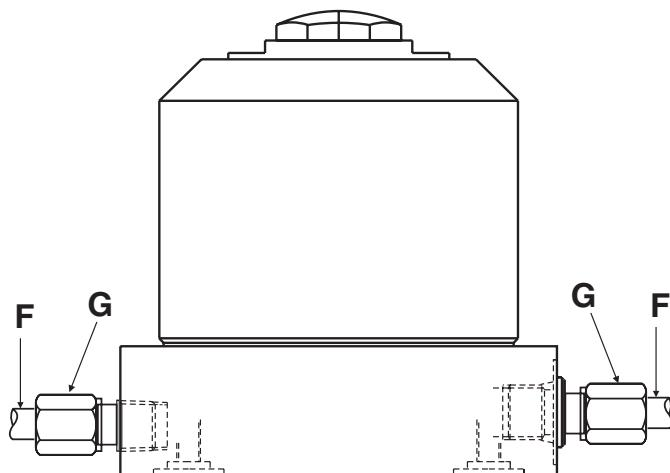
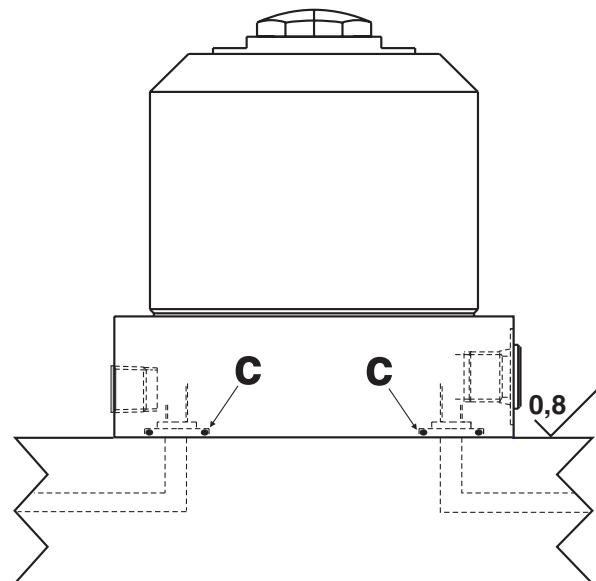

Figura 4 - Portapieza con "purga de aire" / "resorte de aire" usando la lumbre de respiradero lateral
Figura 5 - Portapieza con "purga de aire" / "resorte de aire" usando la lumbre de respiradero del colector
1. Conecte una línea de suministro de aire (F) a la lumbre lateral de respiradero (vea la Figura 4) o a la lumbre de respiradero del colector (vea la Figura 5). Si se conecta a la lumbre lateral de respiradero, quite primero el adaptador de respiradero. Si se conecta a la lumbre de respiradero del colector, saque el tapón roscado y la empaquetadura de cobre de la lumbre, lubrique el anillo "O" provisto con una capa liviana de aceite e instálelo en el agujero contrataladrado que rodea la lumbre.
3. Conecte una línea de suministro de aire (F) a la lumbre lateral de respiradero (vea la Figura 4) o a la lumbre de respiradero del colector (vea la Figura 5). Si se conecta a la lumbre lateral de respiradero, quite primero el adaptador de respiradero. Si se conecta a la lumbre de respiradero del colector, saque el tapón roscado y la empaquetadura de cobre de la lumbre, lubrique el anillo "O" provisto con una capa liviana de aceite e instálelo en el agujero contrataladrado que rodea la lumbre.